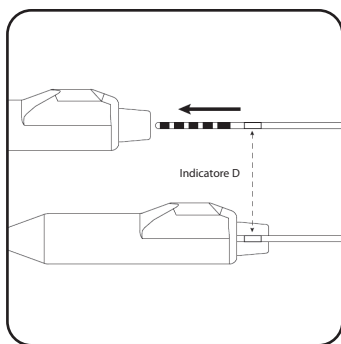

Figura 18. Inserire completamente l'elettrocatteteri all'interno del blocco connettore dell'estensione percutanea.
4. Inserire l'elettrocattetero nel blocco connettore dell'estensione percutanea fino a quando non è più possibile inserirlo oltre. L'indicatore D sull'elettrocattetero deve trovarsi all'interno del serracavo dell'estensione percutanea (**Figura 18**) Il manicotto di ritenzione dell'elettrocattetero deve essere posizionato sotto la vite di fermo dell'estensione percutanea.